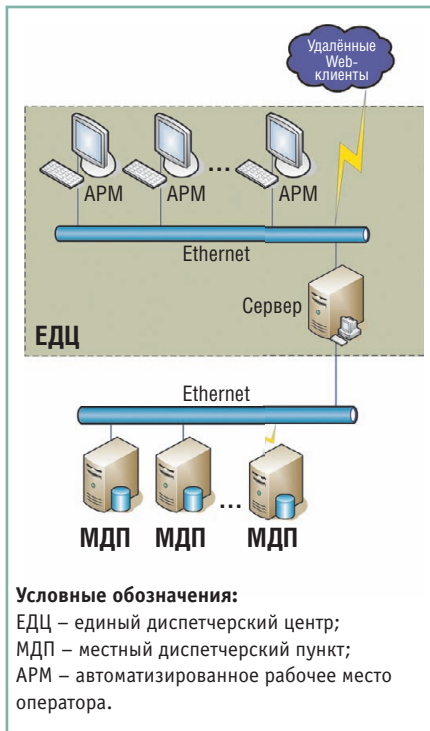

Рис. 3. Масштабирование системы в зависимости от числа пользователей и количества контролируемых объектов
- создание и поддержание единой базы данных по объектам сетей наружного освещения, обеспечение удобного доступа многих пользователей к хранящейся в ней информации (рис. 3);